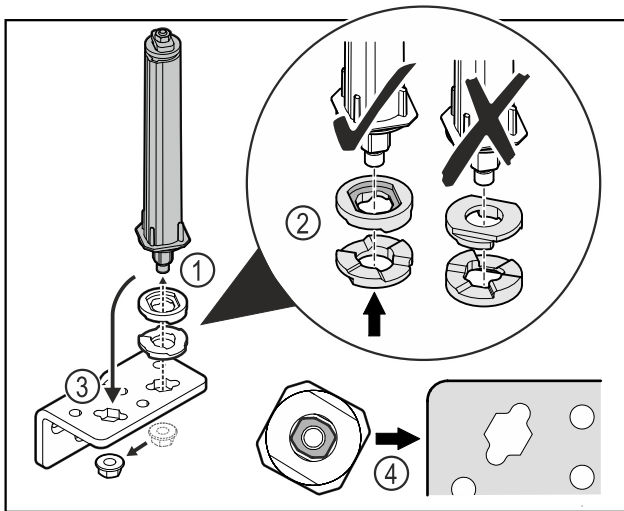

Fig. 38
- ▶ Lironi dado dhe hiqni sistemin e mbylljes së derës Fig. 38 (1).
- ▶ Bëni kujdes për orientimin e saktë të rondelave të rregullimit të lartësisë Fig. 38 (2).
- ▶ Ktheni sistemin e mbylljes së derës në profilin e menteshës në anën tjetër dhe shtrëngojeni atë me dado Fig. 38 (3).
- ▶ Gjatë vendosjes, bëni kujdes për orientimin e saktë të sistemit të mbylljes së derës Fig. 38 (4).